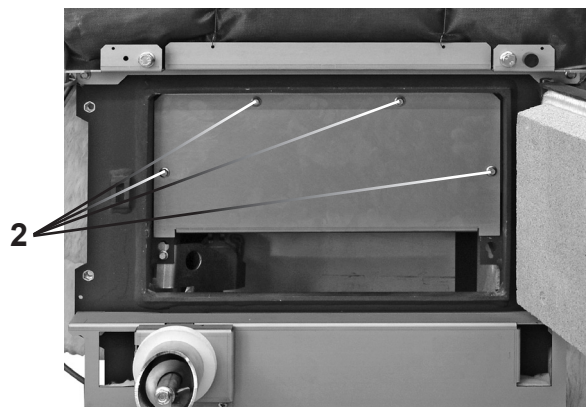

Fig. 01
2. Allentare le quattro viti (2, Fig. 01) e togliere la lamiera di tenuta.